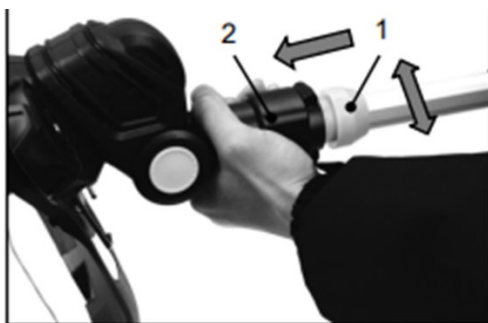

Рисунок 7. Схема регулювання різальної головки для звичайного скошування або підстригання краю газону.
1. Розкласти телескопічний подовжувач (1, рис. 7) на максимальну довжину.
2. Натиснути та утримуючи фіксатор (2, рис. 7), повернути різальну головку відносно осі подовжувача на потрібний кут в межах 90 °.